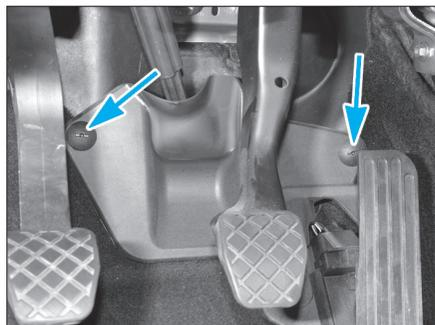

Fig. 3
- Dévisser les écrous de fixation et déposer le revêtement de plancher (Fig.3).